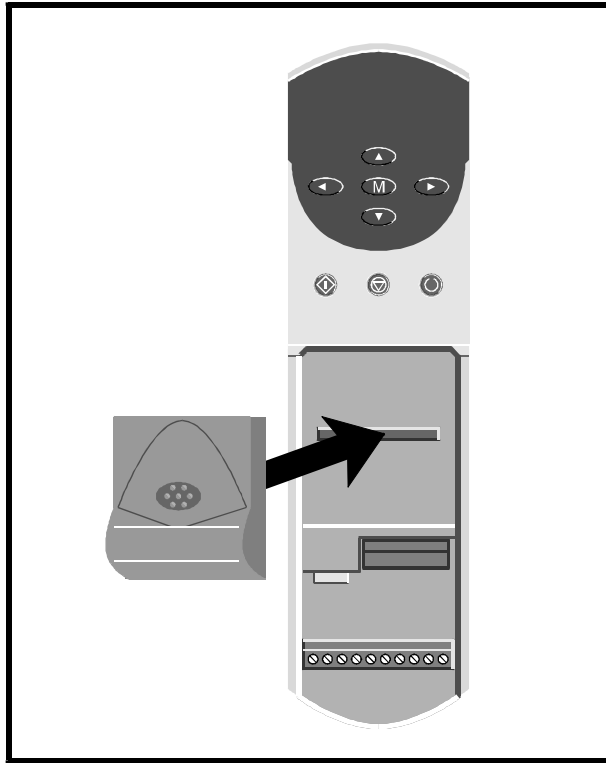

Figura 1 *Instalación del UD53 en el Unidrive*
- 4 Coloque el conector de varias vías en la parte posterior del UD53, encima del conector del accionamiento (consulte la Figura 1), y presione en el soporte táctil hasta colocar el UD53 en su lugar.